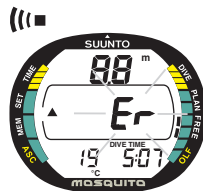

Fig. 3.32. Affichage après avoir dépassé les 5 min. La mention Er clignote et la flèche vers le haut s'affiche.
Afin d'éviter la possibilité d'une utilisation du Mode Apnée durant une plongée bouteille, le temps d'utilisation du Mode Apnée est limité à 5 minutes. Si elles sont dépassées, une alarme sonore est déclenchée, l'écran s'éclaire, la flèche orienté vers le haut s'affiche et la mention Er clignote. Au delà de 6 minutes la Mosquito entre en Mode Erreur et la mention Er reste affichée en permanence (Fig. 3.32.).
- Les 5 minutes d'utilisation en mode apnée sont dépassées. L'abréviation Er s'affiche ainsi qu'une flèche pointant vers le haut. Après 5 + 1 minutes la Mosquito passe en Mode Erreur (Fig. 3.32.).